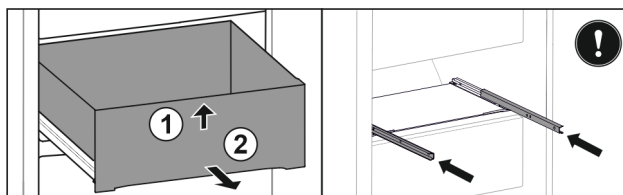

Fig. 147
- ▶ Unieść szufladę z przodu. Fig. 147 (1)
- ▶ Wyjąć szufladę do przodu. Fig. 147 (2)